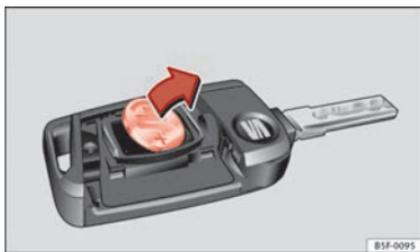

Fig. 49 Llave del vehículo: extracción de la pila.
- Extraiga la pila del compartimento con un objeto fino adecuado ⇒ fig. 49.
- Coloque la pila nueva tal como se muestra ⇒ fig. 49 y presiónela en el compartimento para la pila en sentido contrario a la flecha ⇒ Ⓜ.